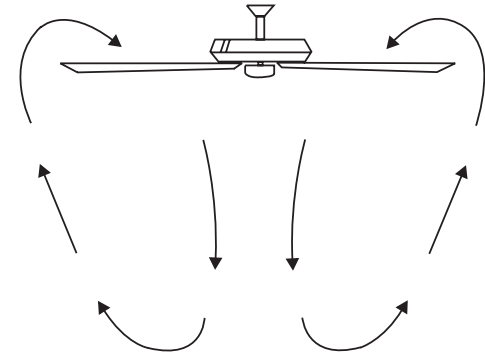

Fig. 22
**Temps chaud** - Vers l'avant (contre-horaire) Un flux d'air vers le bas crée un effet de refroidissement comme le montre la fig. 22. Cela vous permet de régler votre climatiseur sur un réglage plus chaud sans affecter votre confort.